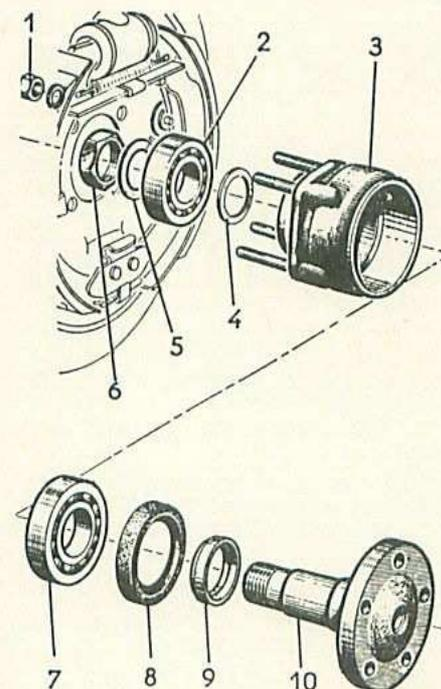

Fig. 68. — Fixation d'un moyeu arrière.
- Déposer les 4 écrous (1) (fig. 68) fixant sur le boîtier de l'essieu l'ensemble support moyeu - plateau de frein.
- Visser provisoirement 2 vis de tambour sur le moyeu (10) (fig. 68). Serrer dans un étau, sur ces têtes de vis, l'ensemble support-moyeu.
- Rabattre le bord relevé de la rondelle-frein (5), déposer l'écrou (6), puis la rondelle-frein (pas à gauche pour le moyeu gauche).
- Chauffer légèrement au chalumeau le support (3) puis visser l'extracteur jusqu'à libérer totalement les roulements (2) et (7). Le roulement (7) restant fixé sur le moyeu, le dégager à l'aide d'un extracteur (Wilmonda TAX si possible) toujours en se servant du grain.
- Déposer le joint (8) et la bague (9).